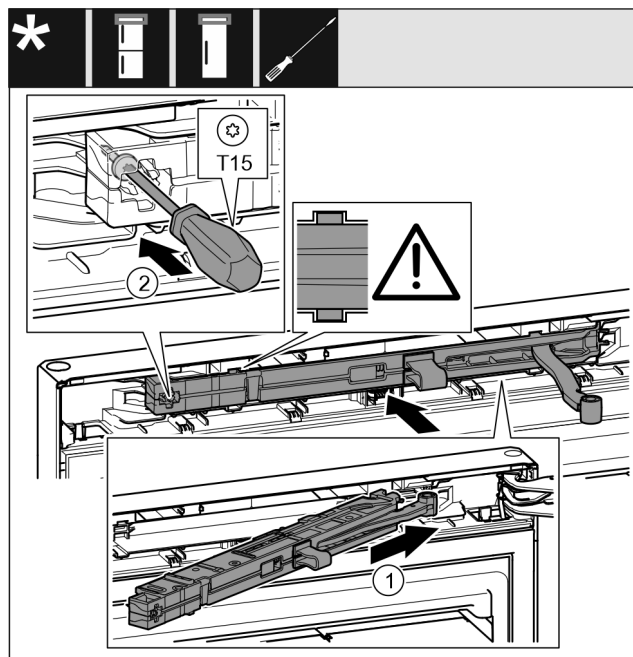

Fig. 24
- ▶ Schließdämpfereinheit *Fig. 24 (1)* auf der Lagerbockseite bis zum Anschlag schräg in die Aussparung einschieben.
- ▶ Schraube *Fig. 24 (2)* mit einem Schraubendreher festschrauben.